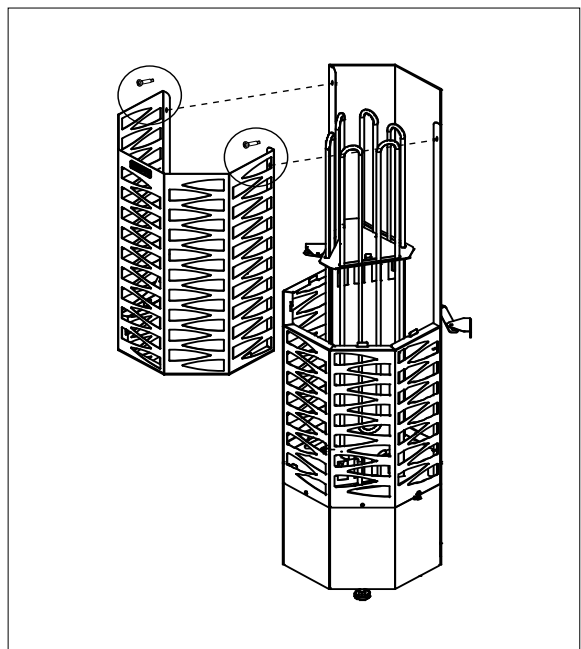

Abbildung 15. Installation der Außenverkleidung
- Der Mantel des Saunaofens besteht aus zwei Teilen, damit die Steine leichter eingefüllt werden können. Der obere Mantel kann entfernt werden, wenn die Steine in den unteren Teil des Ofens eingefüllt werden (siehe Abbildung 15).